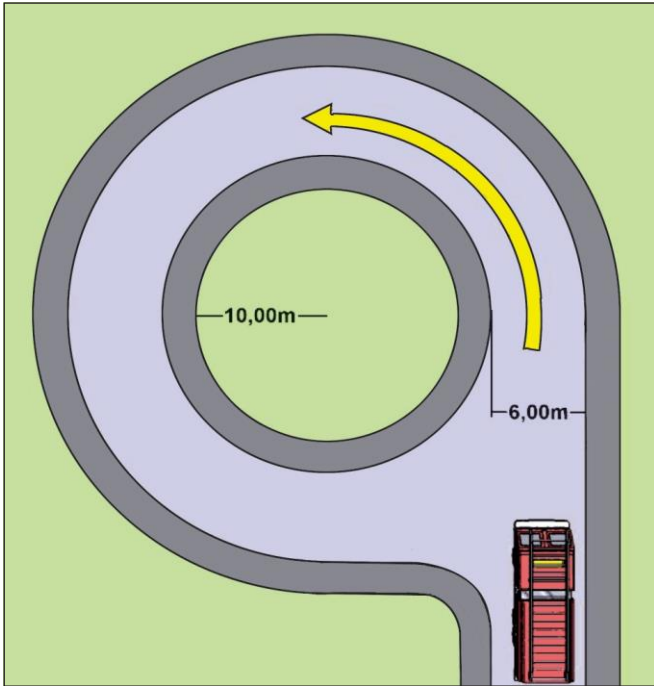
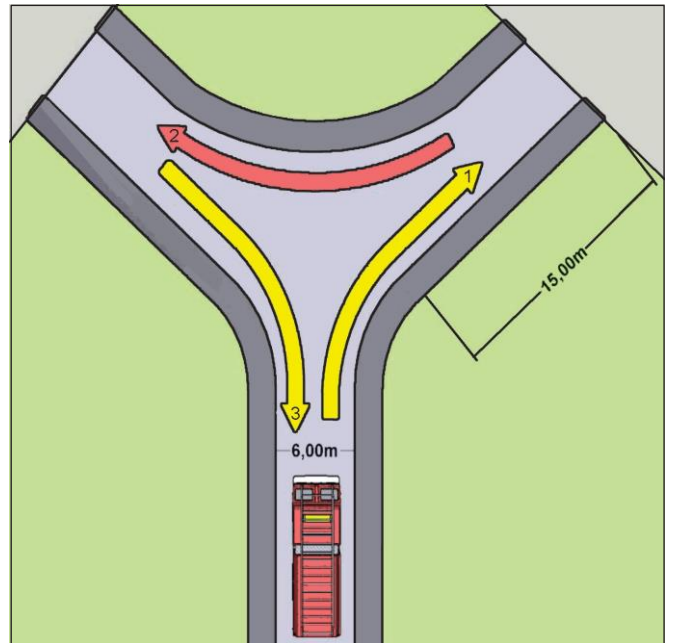
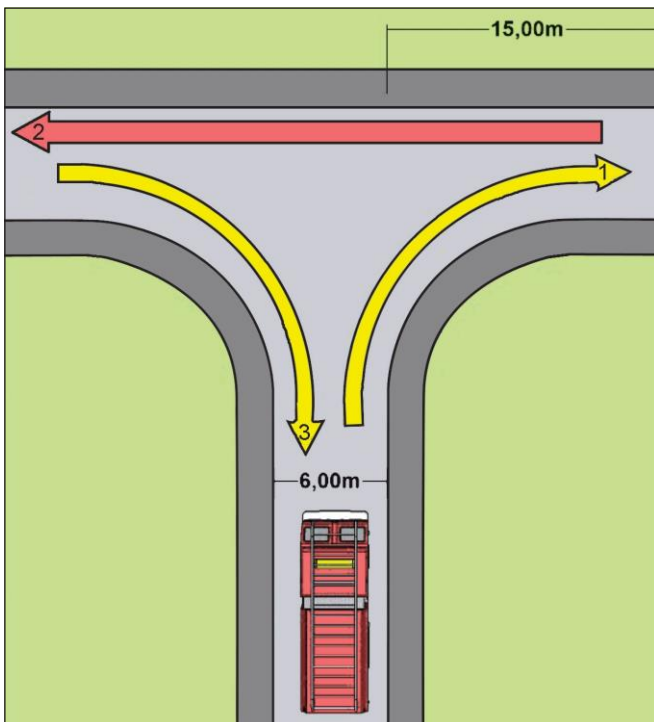

Figura 1: Retorno circular
Figura 2: Retorno em formato de "Y"
Figura 3: Retorno em formato de "T"
5.1.4 A via urbana que exceda 45 m de comprimento deve possuir retorno circular (Figura 1), retorno em formato de "Y" (Figura 2) ou retorno em formato de "T" (Figura 3), respeitadas as medidas mínimas indicadas.